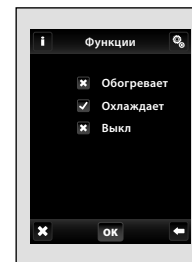

рис. 111
- **Функции:** выбор функций термостата для выбранного отопительного контура: Обогревает / Охлаждает / Выкл (рис. 111).